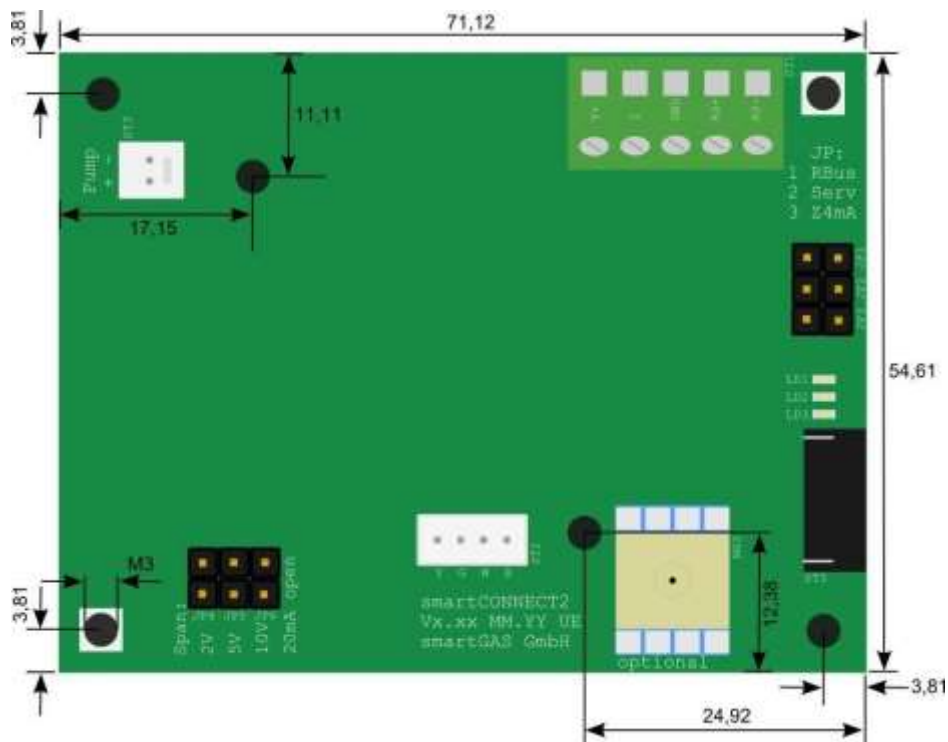

図4: CONNECT INTERFACE のコネクタと寸法
2. CONNECT INTERFACE ボードを希望位置に取り付けます(図4参照)。その際、ショートや破損を防ぐために、ネジヘッドがコンポーネントから十分な距離にあることを確認してください。必要に応じて、スペーサスリーブとプラスチックワッシャーを使用してください。